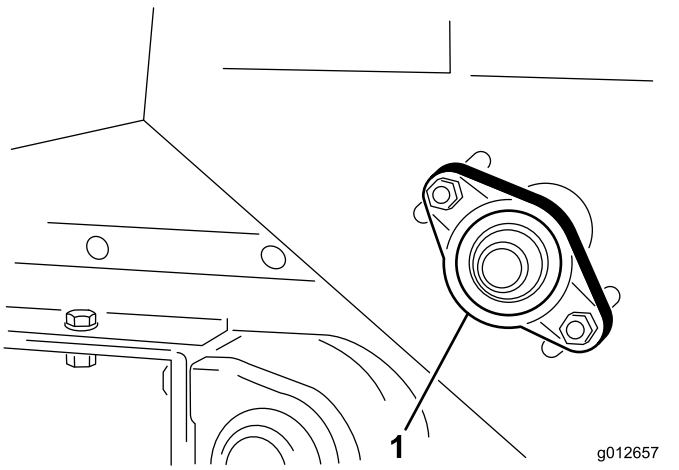

Figura 38
1. Afloje las tuercas que sujetan el alojamiento del cojinete (Figura 38) al lado derecho de la máquina.